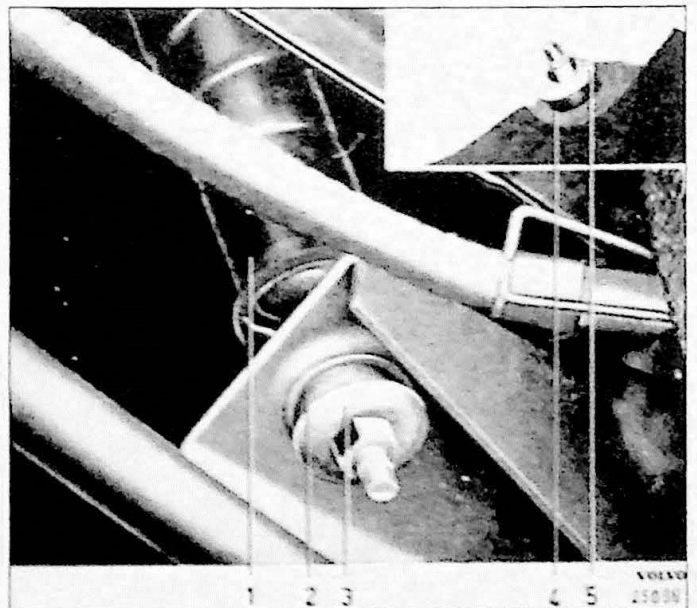
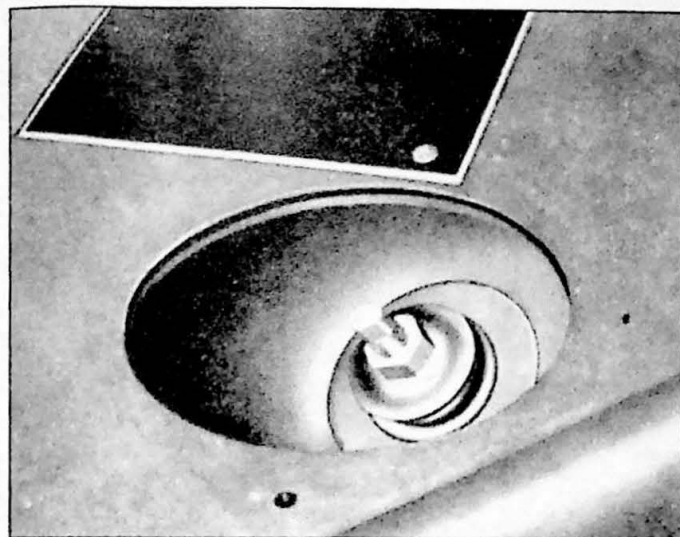
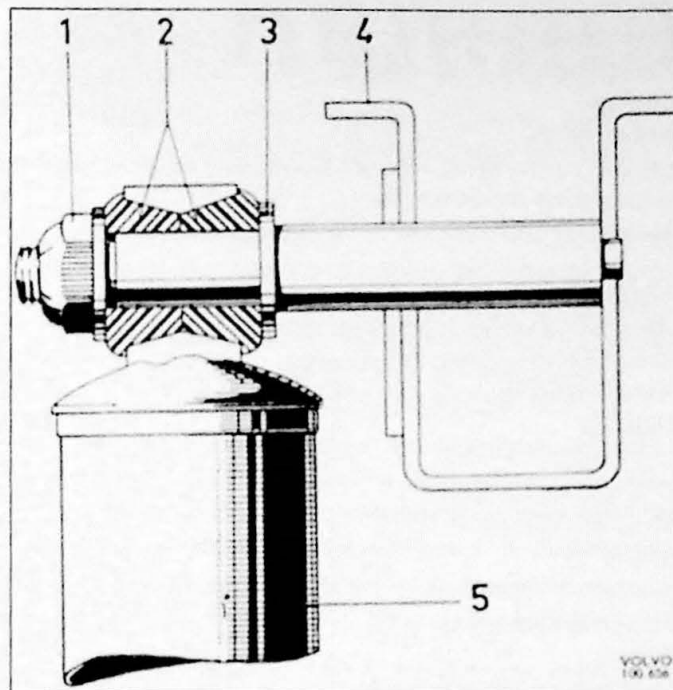

Fig. 10.26. Bevestiging achterste schokdempers, P120.
Fig. 10.27. Bovenste bevestiging van achterste schokdemper bij P1800
Fig. 10.28. Schokdemper P120 stationwagon. 1. moer, 2. rubber bus, 3. ring, 4. chassis
1. Demonteer de bovenste bevestigingsmoer, ring en rubber bus voor de P120 in de bagageruimte (Fig. 10.26) en voor de P1800 door het gat (Fig. 10.27) in de hoedenplank bij het achterraam. Zie Fig. 10.28 voor demontage van de schokdempers bij de stationwagon.
3. De montage gebeurt in omgekeerde volgorde (Fig. 10.26 en 10.27. Voor de P120 en P1800: plaats de ring met het grootste gat aan de binnenzijde van de onderste rubberbus. Draai de moeren aan volgens de specificaties onder 'Montage van schokdemper'.